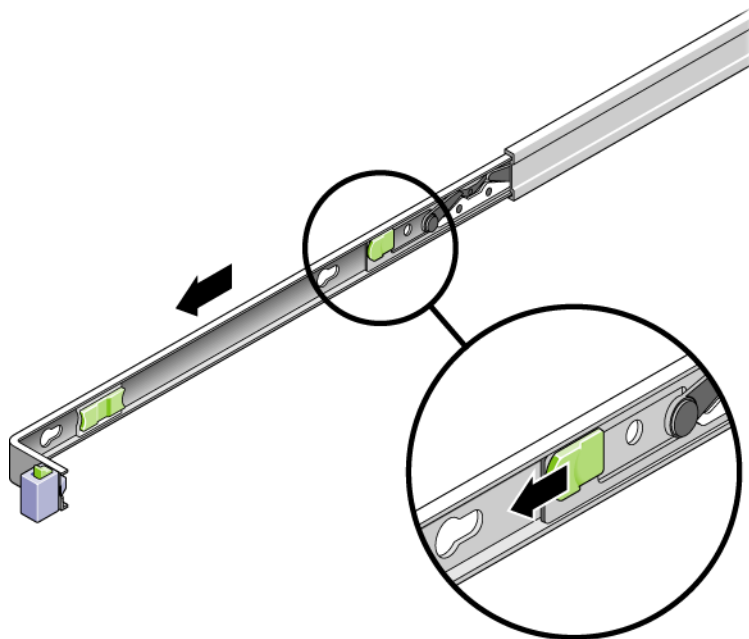

図 2-2 固定部品のリリースボタンの位置
- c. 固定部品のリリースボタンを図 2-2 で示す方向にスライドさせて、固定部品をスライドレールから引き出します。